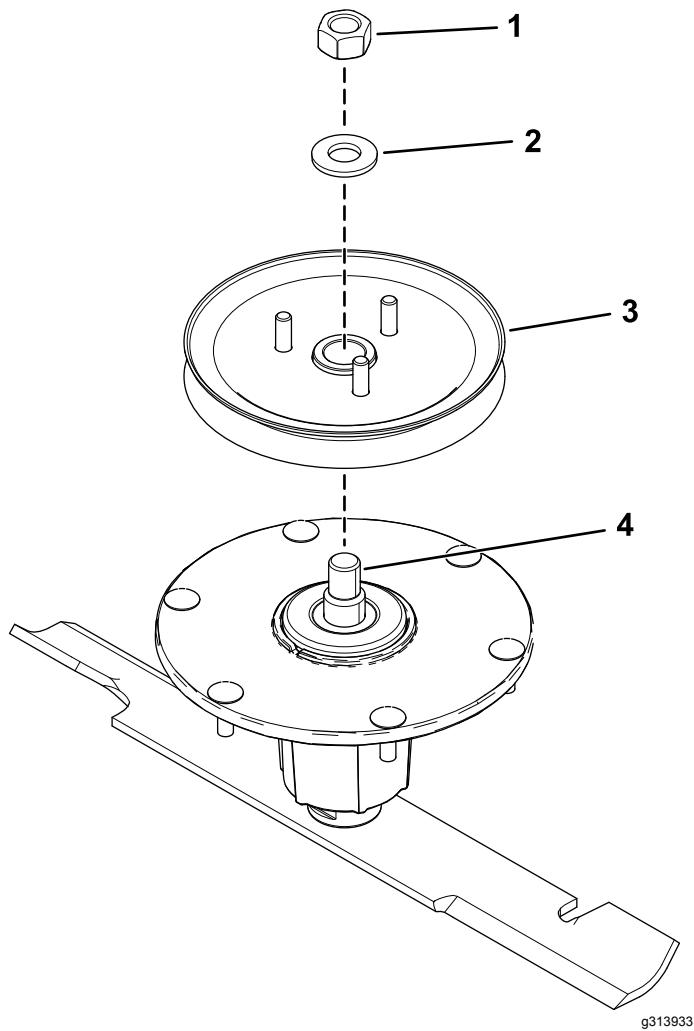

Figure 7
- Fixez la roue à gorge sur l'axe avec la rondelle et l'écrou supérieur (Figure 7).